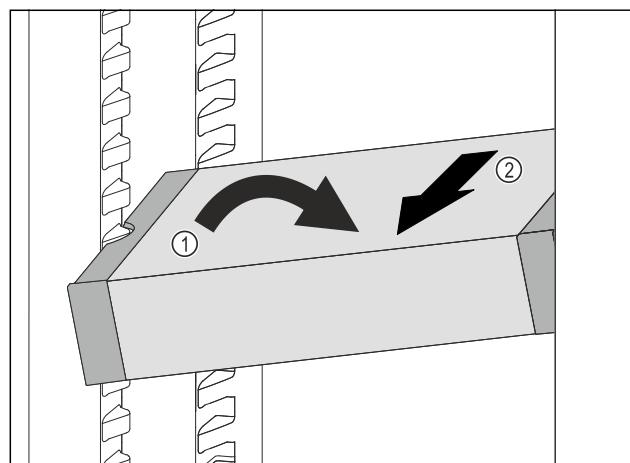

Fig. 111
- Plasser VarioSafe skrått i kjøleskapet. Fig. 111 (1)
- Ta ut VarioSafe ved å trekke den forover. Fig. 111 (2)